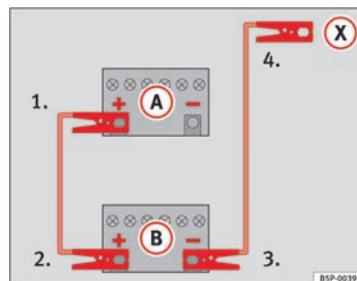

Fig. 201 Schema di collegamento per veicoli senza sistema Start Stop.
- Collegare un'estremità del cavo rosso di emergenza al polo positivo  del veicolo con la batteria scarica  ⇒ fig. 201.
- Collegare un'estremità del cavo nero di emergenza al polo negativo  della batteria del veicolo che fornisce la corrente  ⇒ fig. 201.